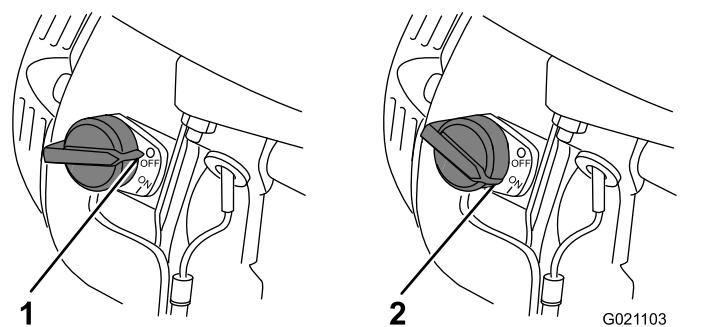

Figure 14
5. Placez la commande du moteur en position MARCHE (Figure 14).